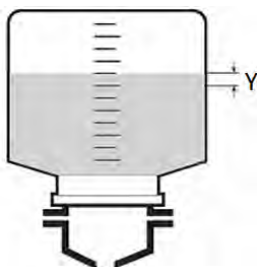

Рисунок 5.8 – Точная регулировка подачи масла
Через 10 ч работы (чем больше период, тем точнее показатели) измерьте, насколько упал уровень масла (Y) в бутылке (рис. 5.8).